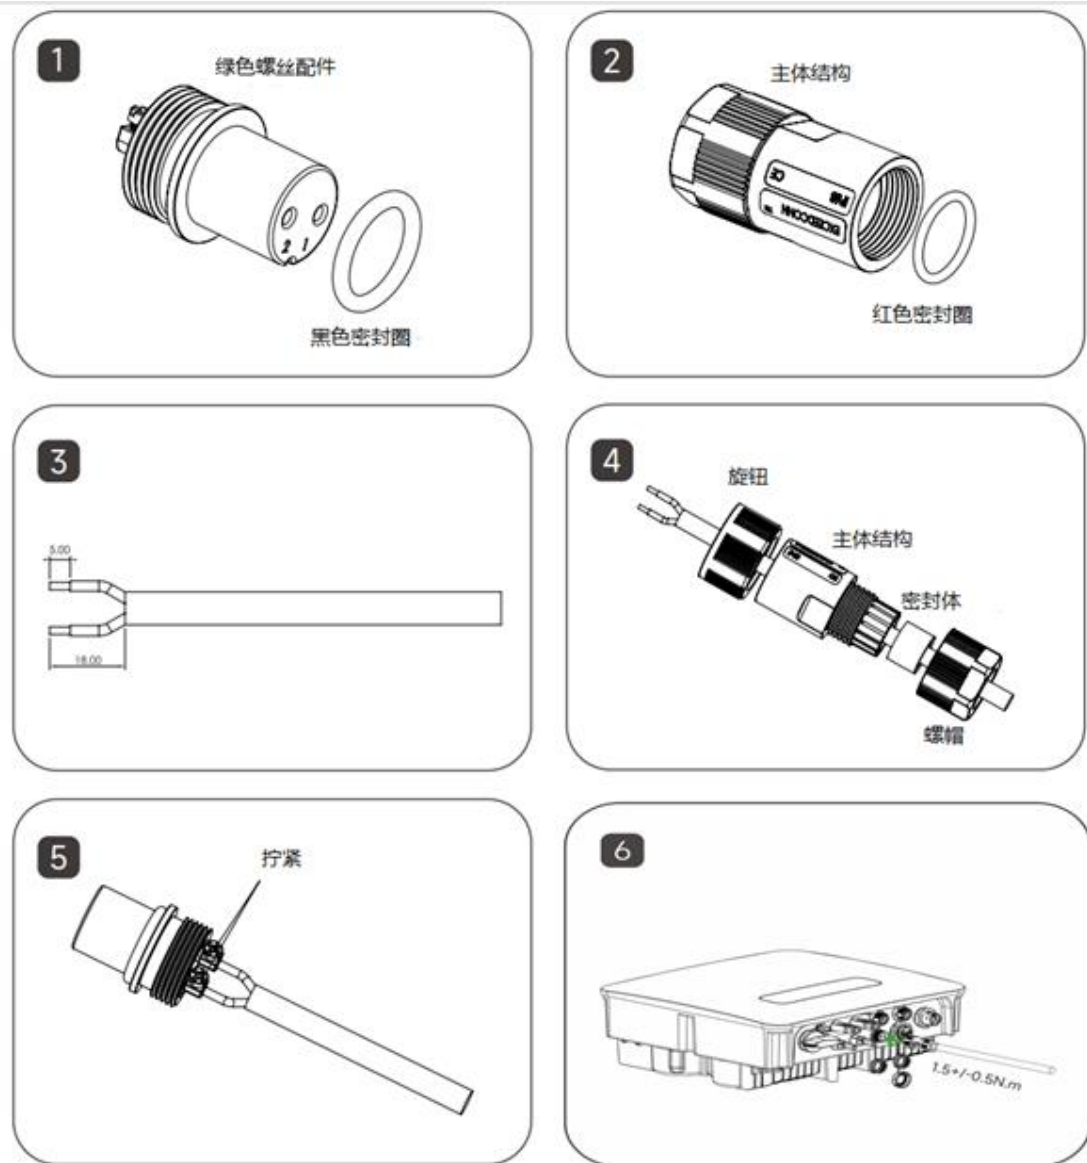

图7
步骤5: 将绿色锁扣上的2pin铜芯压接并拧紧, **连接器上的1对应电表上的A (24), 2对应电表上的B (25);电表互感器上的白线对应电表上的I*(5),蓝线对应电表上的I(6), (如图7)。**